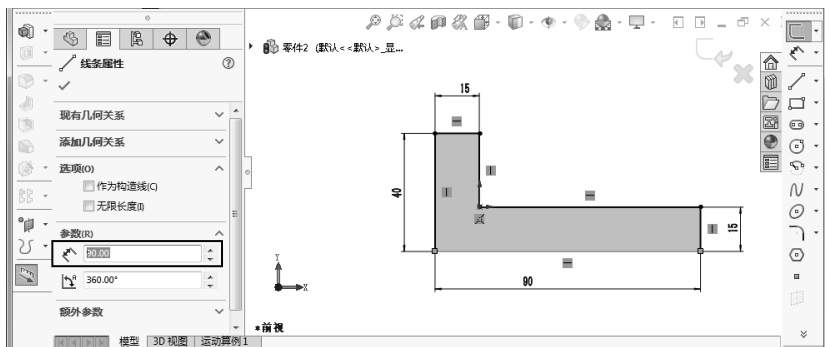

图 1-62 设置直线长度
STEP 3 如图 1-62 所示,选择草图轮廓的底部直线,在左侧属性管理器中设置直线的长度为“90”个单位,并按照图中所示设置其他直线的长度,最后单击“确定”按钮继续。